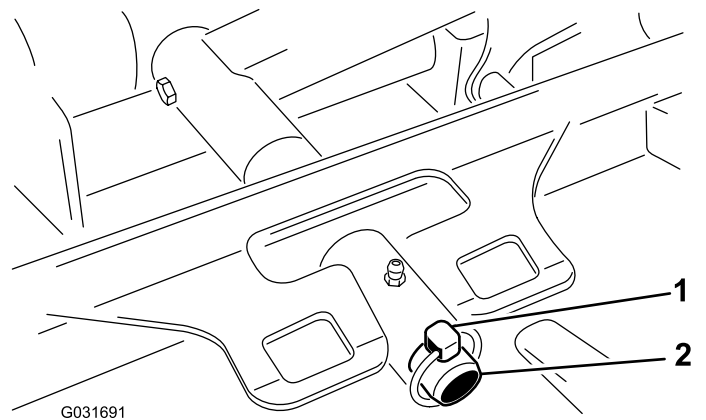

Bild 80
3. Entfernen Sie den Klappstecker, mit dem der Mähwerk Trägersrahmen am Gelenkstift des Hubgestänges befestigt ist (Bild 80).
3. Schieben Sie den Mähwerkträgerrahmen auf den Lagerbolzen des Hubarms und befestigen Sie ihn mit dem Klappstecker (Bild 80).